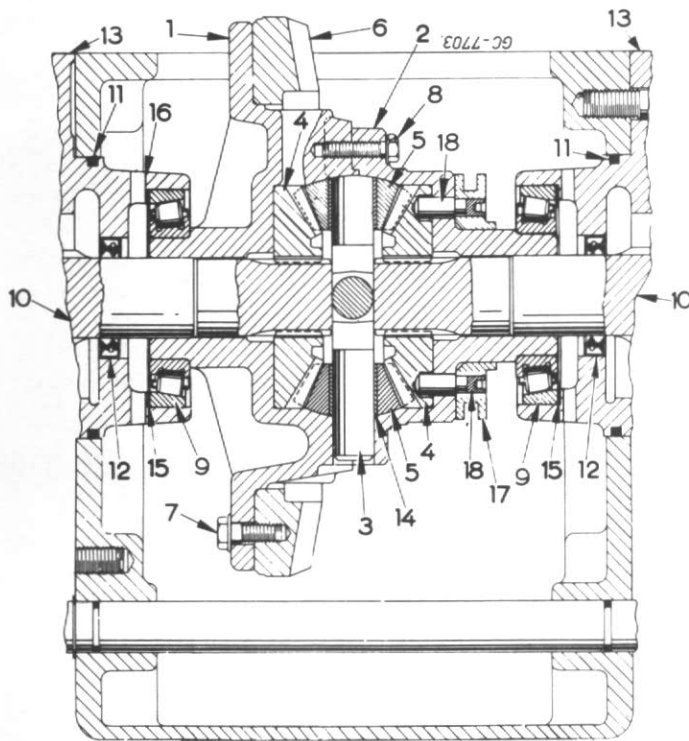
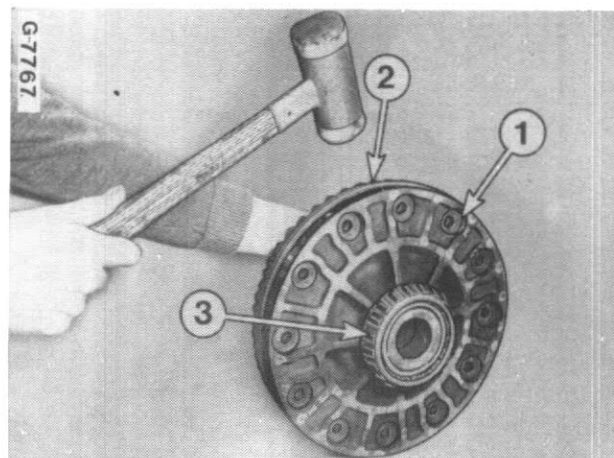

Figure 119
Figure 125
Le différentiel transmet le mouvement à l'essieu arrière, tout en permettant aux roues motrices de prendre des vitesses angulaires différentes de façon à pouvoir parcourir, dans les virages, des chemins différents sans glissement. Il est fait de deux demi-boîtiers (1 et 2, Fig. 119), deux pignons planétaires (4) et quatre pignons satellites (5) montés sur un croisillon (3).
Les pignons satellites (5, Fig. 119), munis de leurs bagues (14) se remplacent par jeu de quatre.
Jeu entre dents, pignon conique - couronne d'entraînement de différentiel (6, Fig. 119) :
Retirez le boulon de fixation (8, Fig. 119) et ouvrez le boîtier de différentiel.
S'il est nécessaire de déposer la couronne d'entraînement (2), retirez les boulons de fixation (7, Fig. 119) et dégager la couronne en la frappant à l'aide d'un marteau en plastique tout en la faisant tourner lentement afin d'éviter le coincement, voir Figure 125.